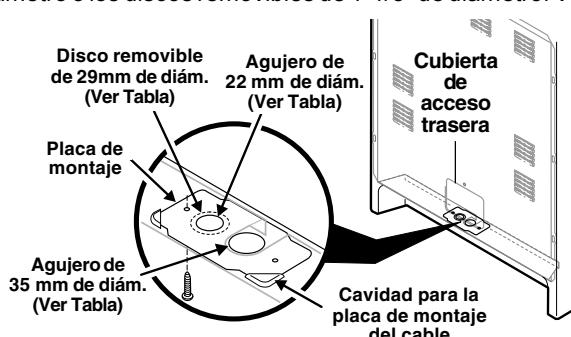

Fig. 9
Consulte la Tabla del Tamaño de la Abertura de Conexión de la Estufa (Figs. 9 y 10) para la información sobre los amperes del juego de cordón. Los bornes en los extremos de los alambres deben ser de anillo cerrado u horquillas abiertas con extremos dirigidos hacia arriba.
Se debe retirar la cubierta de acceso trasera (Fig. 9). Para retirar, afloje el tornillo central (un tornillo) y retire la cubierta de acceso. Así se puede tener acceso al tablero de bornes.
**NOTA:** La estufa es embarcada de la fábrica con un agujero de 1-3/8" de diámetro como se muestra. Para usar ya sea el agujero de 7/8" de diámetro o los discos removibles de 1-1/8" de diámetro. Ver la Fig. 9.
- Siga las instrucciones de instalación del fabricante suministradas con el sujetacable e instale (Además vea las Figs. 9, 10 y 11).
- Asegúrese de que todas las tuercas estén firmemente apretadas y vuelva a colocar la cubierta de acceso trasera (Ver Fig. 9).
- Asegúrese de que todas las conexiones estén firmemente apretadas y vuelva a colocar la cubierta de acceso trasera (Ver Fig. 9).
- (Conexiones permanentes trifilares y tetrafilares)** Asegúrese de que todas las tuercas estén firmemente apretadas y vuelva a colocar la cubierta de acceso trasera (Ver Fig. 9).